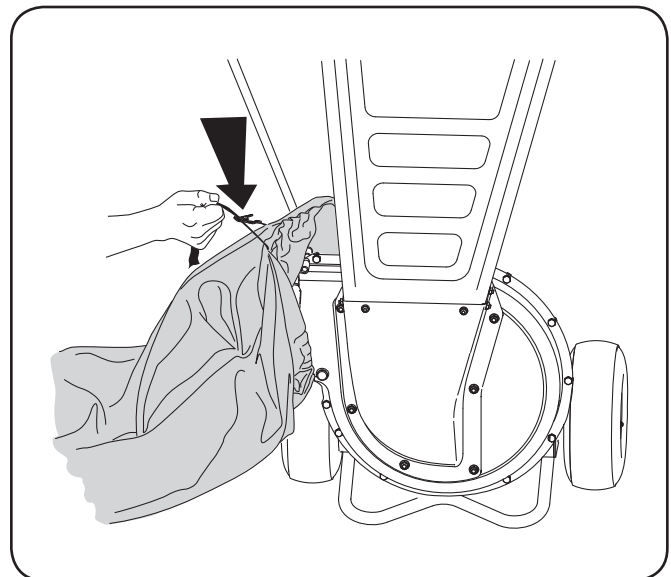

Figure 5-3
2. Serrez la boucle de verrouillage et relâchez la sangle de contour du sac avant d'enlever le sac du conduit d'éjection. Voir la Figure 5-3.